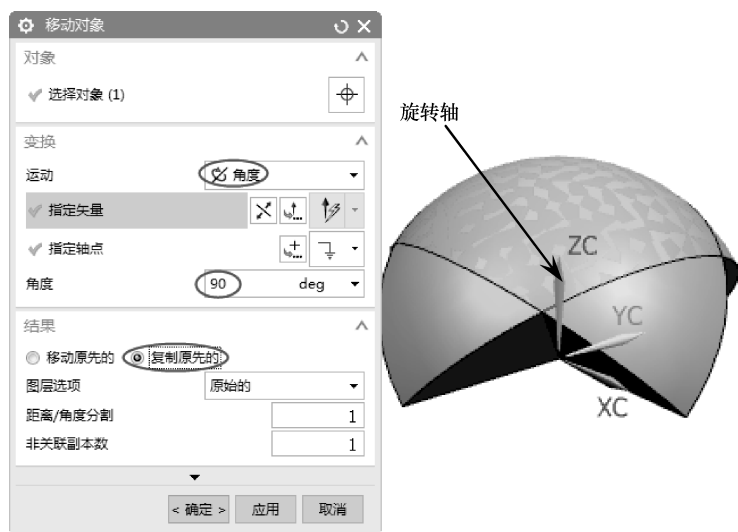

图 4-59 旋转复制
- 05 旋转复制。在菜单栏中执行【编辑】|【移动对象】命令，选取要移动的对象，单击【确定】按钮后弹出【移动对象】对话框，设置运动变换类型为【角度】，指定旋转矢量和轴点，设置【结果】为【复制原先的】，输入旋转角度为90°，副本数为1，单击【确定】按钮完成移动，结果如图4-59所示。